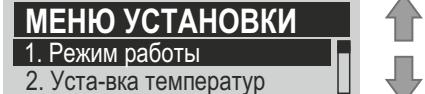

Рисунок 19. Вид экрана «Меню установки»
7.3.12 Меню установки. Переход в режим меню установки осуществляется с помощью клавиши «MENU» (см. рис. 19).